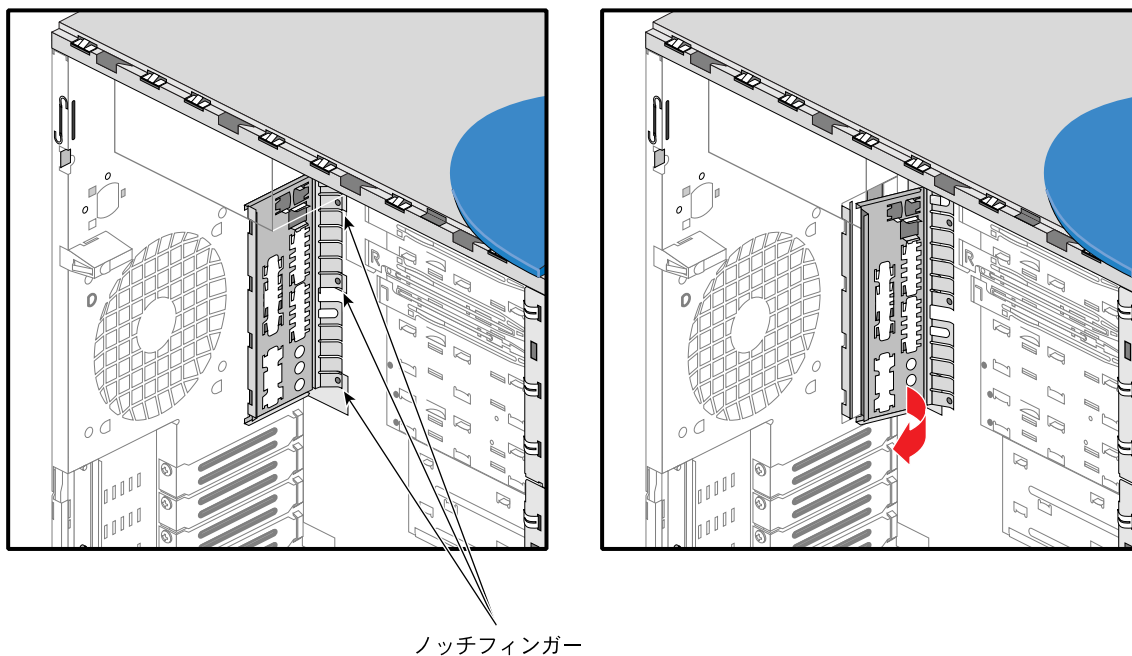

図 2-26 I/O パネルガスキットの取り外し
3. 図 2-26 に示すように、I/O パネルガスキットの底部にある 3 個のノッチフィンガーを確認します。